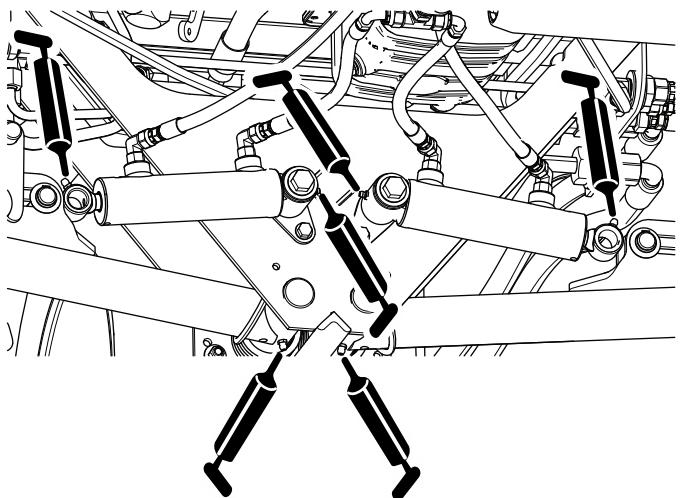

Figura 50
- Pivotes y cilindros de elevación de los brazos de elevación traseros (4 en cada); consulte Figura 50.